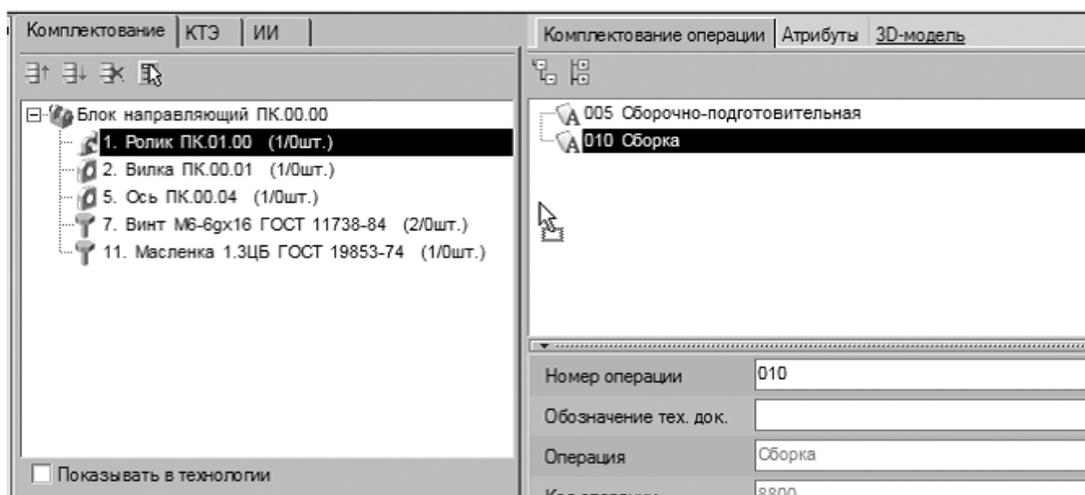

Рисунок 8
27. Откройте вкладку Комплектование операции рядом с окном дерева комплектования. Установив курсор в дереве комплектования на сборочной единице 1. Ролик, нажмите левую кнопку мыши и, не отпуская ее, перетащите сборочную единицу на название операции 010 Сборка на вкладке Комплектование операции (рис. 8). Отпустите кнопку мыши.